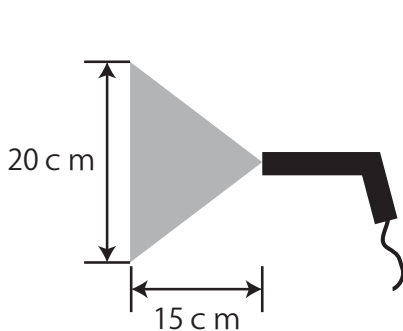

図1
5. スプレーガンは、躯体から 15cm 距離を離して噴出すると 20cm の幅に広がって塗布するように設計されています。※図1